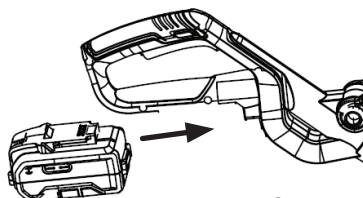

FIG 8
## INSTALLATION OU RETRAIT DU BLOC-BATTERIE (FIG 8)
- Pour installer le bloc-batterie, coulez-le au bas de la poignée arrière jusqu'à ce qu'il se verrouille en place par un clic, comme illustré à la FIG. 8. Tirez légèrement sur la batterie pour vous assurer qu'elle est ancrée et qu'elle ne tombera pas accidentellement du produit.